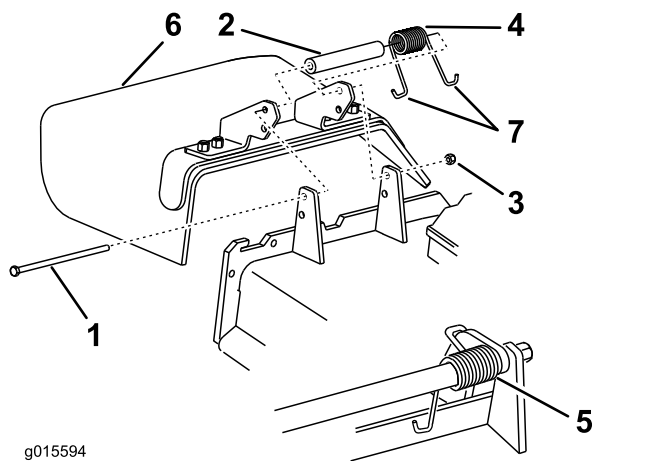

Figure 104
1. Retirez le contre-écrou, le boulon, le ressort et l'entretoise qui fixent le déflecteur aux supports de pivot (Figure 104). Déposez le déflecteur d'herbe s'il est endommagé ou usé.
Remarque: Prenez soin de placer une extrémité en J du ressort derrière le bord du tablier avant de mettre le boulon en place, comme illustré à la Figure 104.
- Remettez le boulon et l'écrou en place. Accrochez l'extrémité en J du ressort au déflecteur d'herbe (Figure 104).